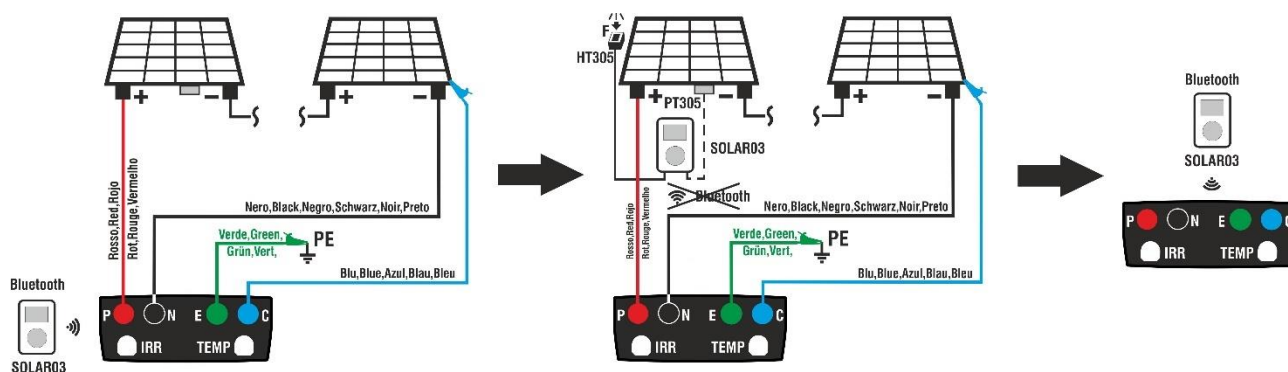
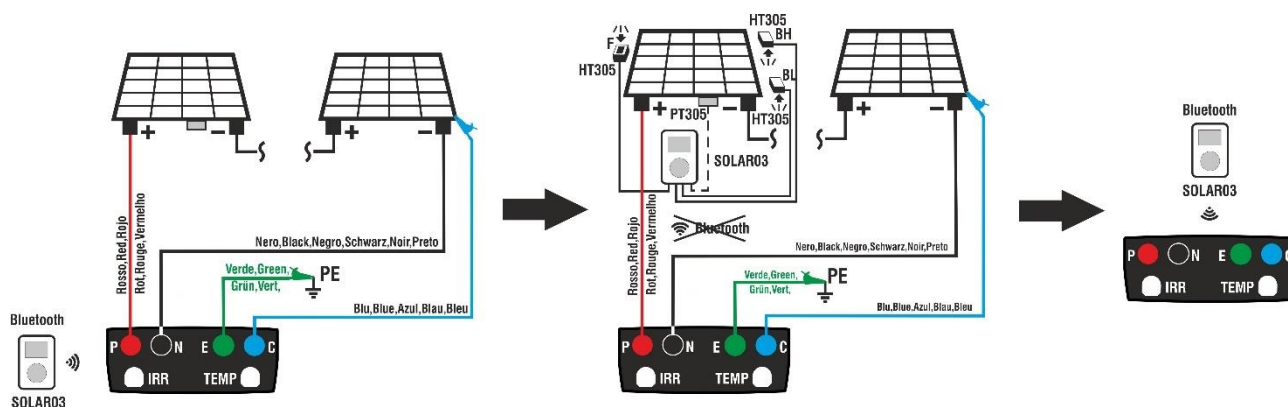

Fig. 14: Uso con SOLAR03 in registrazione sincrona su moduli Monofacciali
Fig. 15: Uso con SOLAR03 in registrazione sincrona su moduli Bifacciali
2. Collegare lo strumento al modulo/stringa in prova ed eventualmente al nodo principale di terra dell'impianto e alle masse metalliche messe a terra come mostrato nelle Fig. 14 (moduli Monofacciali) o Fig. 15 (moduli Bifacciali). In particolare:
4. Avvicinare l'unità remota SOLAR03 allo strumento come mostrato nelle Fig. 14 o Fig. 15 – parte sinistra
7. Portare l'unità remota in prossimità dei moduli e collegare le sonde di irraggiamento/temperatura come mostrato nelle Fig. 14 o Fig. 15 – parte centrale. **Avendo già avviato la registrazione sulla unità remota SOLAR03 non è necessario il mantenimento della connessione Bluetooth.** Il mantenimento della connessione (se possibile) consentirà solamente il poter avere immediatamente l'esito della prova senza attendere la fine della campagna di misure